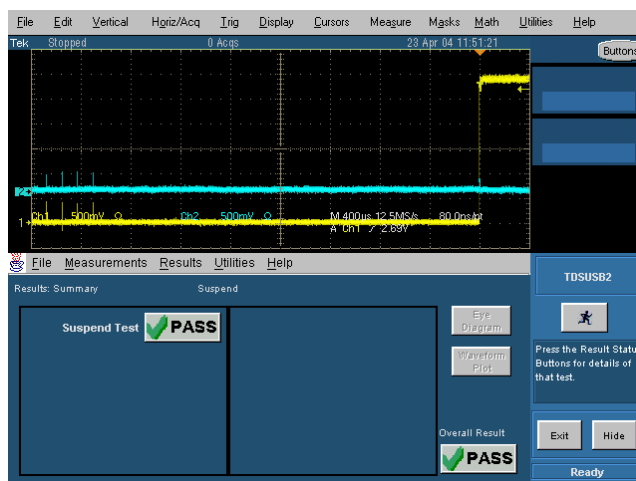

図8.6 Suspend Test 結果
**OK** ボタンをクリックすると、**Suspend** 試験の結果が表示されます(図8.6)。